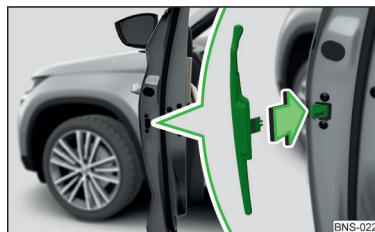

Fig. 57
- Installer une nouvelle bordure de protection dans les rainures dans **le sens de la flèche** » fig. 57.